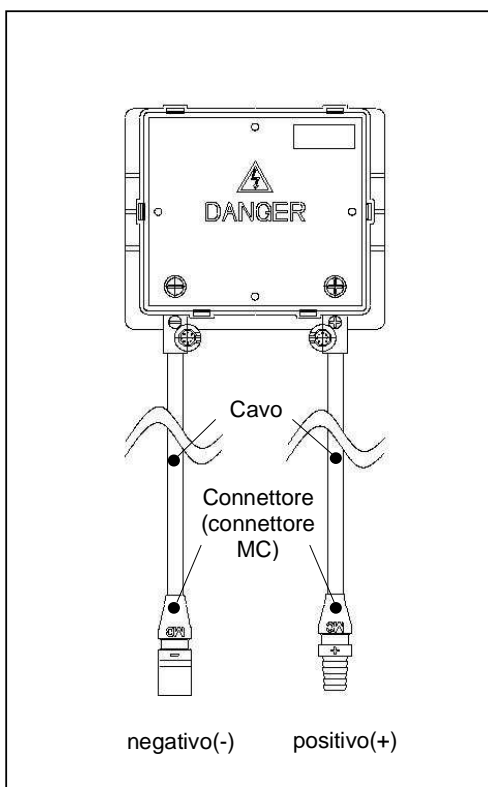

Figura 3: Aspetto della scatola di giunzione
- Un terminale è dedicato ad una polarità (con i simboli della polarità incisi sulla scatola di giunzione) (vedi Figura 3).